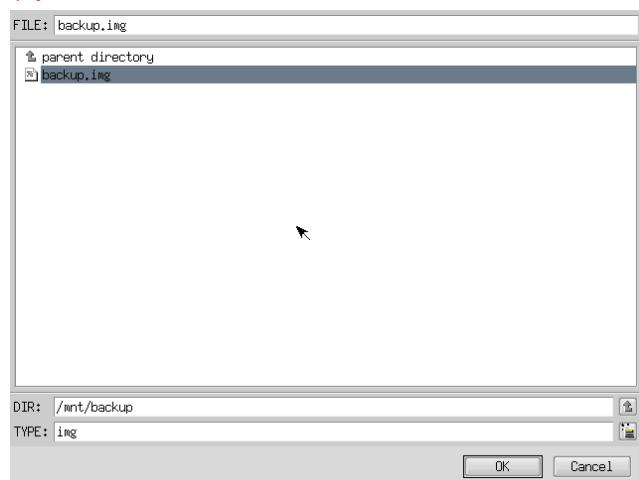

図5-2-5. ファイル参照画面
- ⑧ ファイル参照画面（図5-2-5）が表示されます。バックアップUSBは、/mntにマウントされていますので、/mnt以下から目的のファイルを探してください。[OK]を押すとファイル選択画面にもどります。
- ⑨ ファイル参照画面（図5-2-5）で指定したバックアップファイルが入力されていることを確認します。